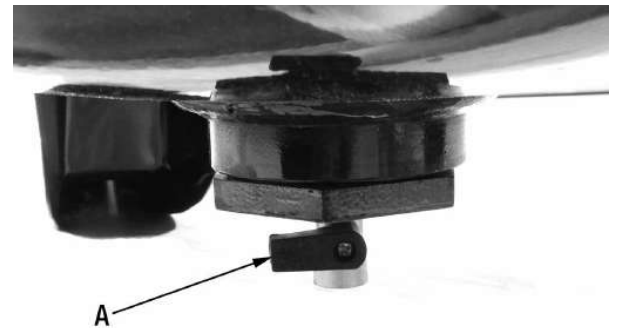

FIGURE 5
- 4) Tournez la soupape de vidanger (A) Fig.5 dans le sens horaire tel que montré, l'ouvrant entièrement, pour empêcher l'accumulation de pression d'air dans le réservoir.